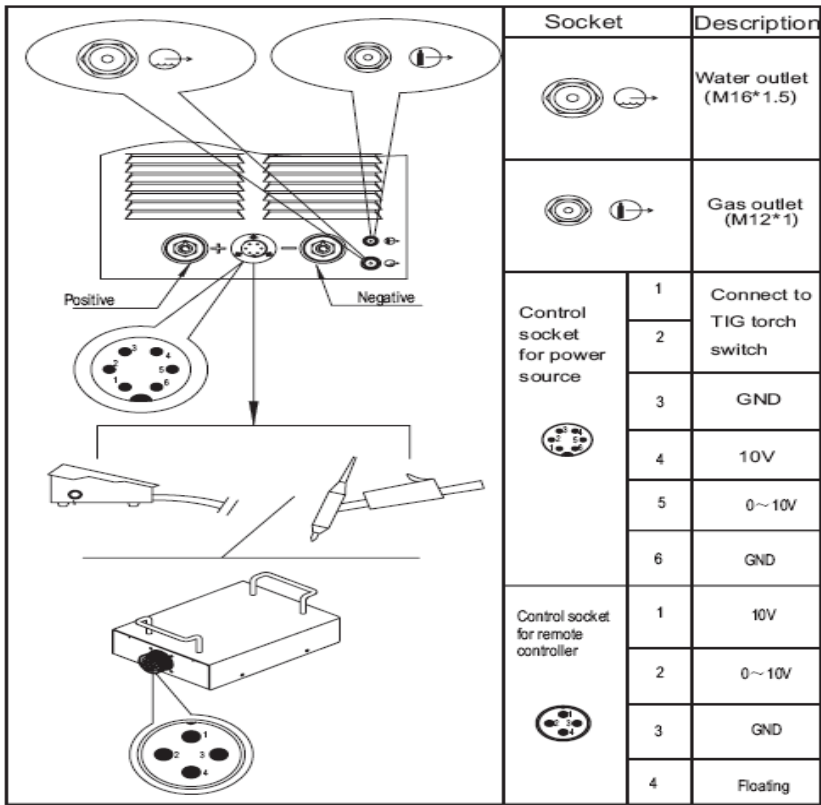

Рис. 4-4-1: Интерфейс передней панели
• Интерфейс передней панели (Рис. 4-4-1):